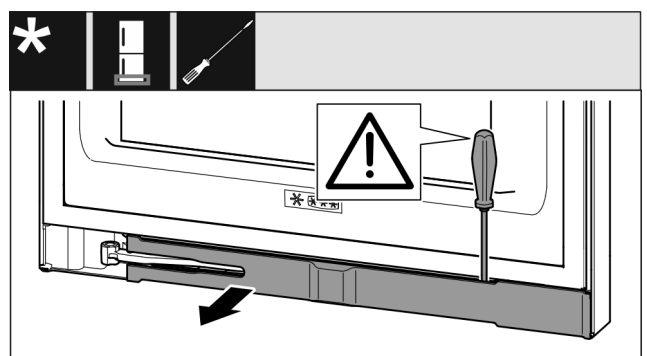

Fig. 13
- Blende mit Schlitzschraubendreher ausrasten und zur Seite schwenken. (siehe Fig. 13)